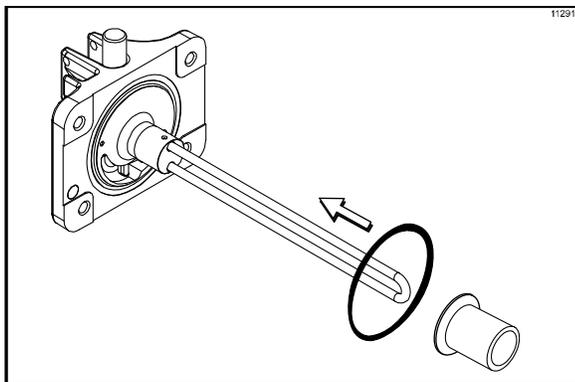

Figura 138
13. Coloque la junta de la puerta en la ranura de la parte trasera de la puerta del congelador. Monte el cojinete delantero en la varilla amortiguadora, de manera que el borde con ceja esté contra la puerta. NO lubrique la junta ni el cojinete. (Vea la figura 138).